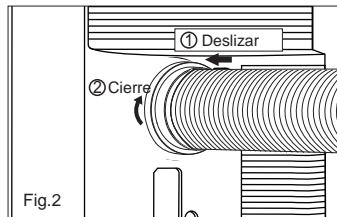

Fig.2
2. Instalar el conector B en la unidad (Fig.2).